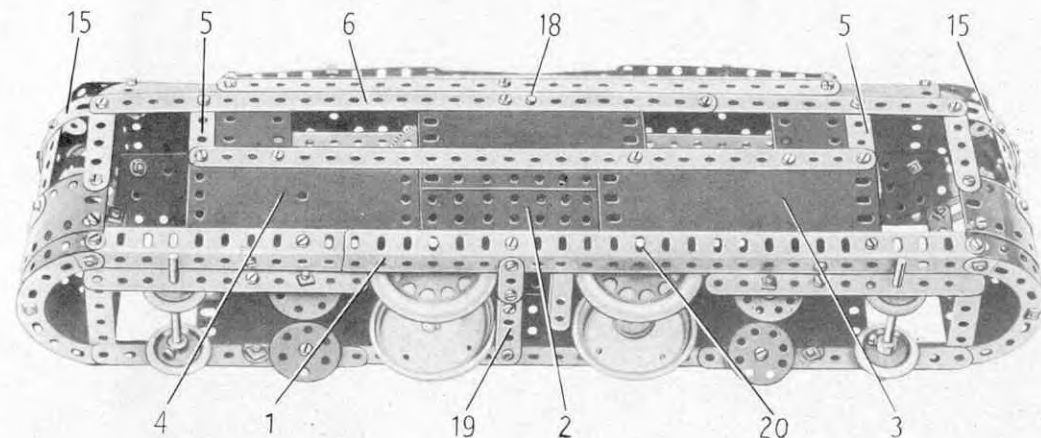

Fig. 5.3a
Le côté du modèle qui apparaît sur la figure 5.3a est monté sur un longeron (1) constitué par deux cornières de 25 trous qui se recouvrent sur 15 trous. Ce côté est recouvert par une plaque à rebords de 14x6 cm. (2), une plaque flexible de 14x6 cm. (3) et la moitié d'une plaque à charnière (4). Les bords supérieurs de ces plaques sont renforcés par une bande de 25 trous prolongée par une bande de 5 trous. La partie supérieure du côté est constituée par une plaque flexible de 11,5x6 cm., deux de 6x4 cm. et deux bandes coudées de 60x12 mm. (5). Une bande (6) formée d'une bande de 25 trous et d'une de 11 trous est boulonnée aux extrémités supérieures des bandes coudées et sur les bords supérieurs des plaques.
Les extrémités des deux cabines sont identiques ; chacune d'elles est constituée par deux plaques flexibles de 14x4 cm., dont les grands bords se recouvrent sur deux trous. Les extrémités des plaques sont incurvées et fixées sur les cornières (1) et (7). Les plaques flexibles sont prolongées vers le haut par deux bandes de 5 trous et deux bandes coudées de 60x12 mm. Les extrémités supérieures de ces pièces sont boulonnées sur deux bandes cintrées à glissière (15), qui sont fixées aux extrémités des bandes (6) et (14). Deux bandes incurvées épaulées sont boulonnées à chaque extrémité comme le montre la figure 5.3a.